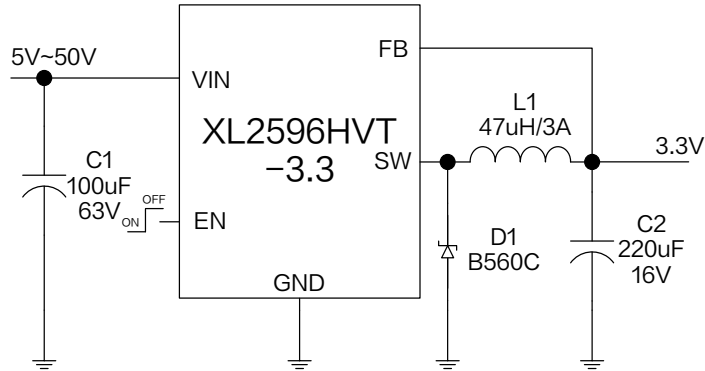

图 8.XL2596HVT-3.3 系统参数测量电路
**XL2596HVT-3.3 电气特性** $T_A = 25^\circ\text{C}$ ; 图8系统参数测量电路, 除非特别说明。